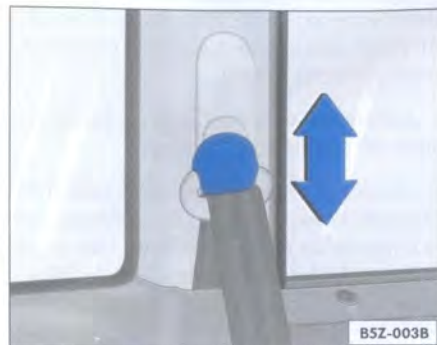

Fig. 15 Ubicación del regulador en altura del cinturón de seguridad
- Presione el dispositivo para ajustar la altura ⇒ fig. 15.